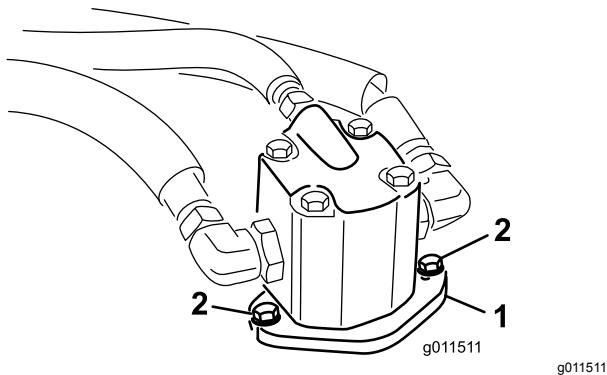

Figure 115
4. Enlevez les boulons qui fixent le moteur hydraulique au plateau de coupe (Figure 115).